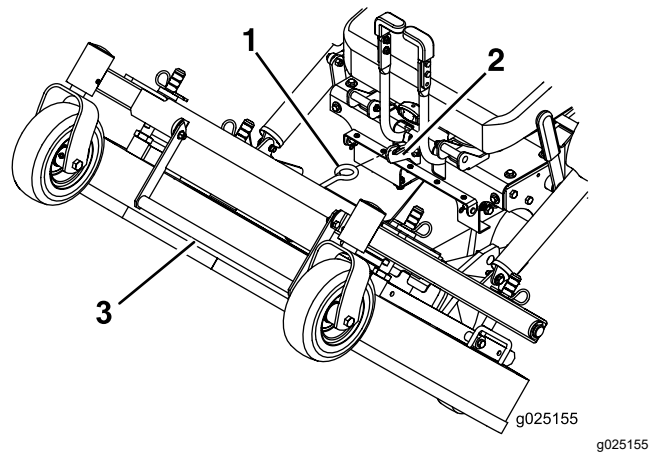

Figure 9
4. À l'aide de la poignée de levage du tablier, levez le tablier et verrouillez-le dans cette position (le verrou est situé à l'avant au centre du siège), comme montré à la Figure 9.
1. Tenez fermement la poignée de levage du tablier de coupe, décrochez le verrou de la machine et abaissez lentement le tablier au sol (Figure 9).
2. Poussez les goupilles de verrouillage vers l'intérieur et tournez-les vers l'avant pour verrouiller solidement le tablier en position abaissée (Figure 9).